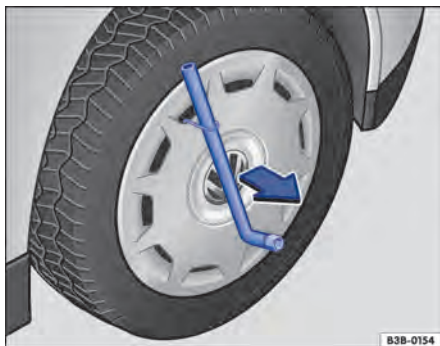

Fig. 225 Retirar a calota integral.
- Passar a chave de roda pelo gancho ⇒ Fig. 225 e puxar a calota para fora no sentido da seta.